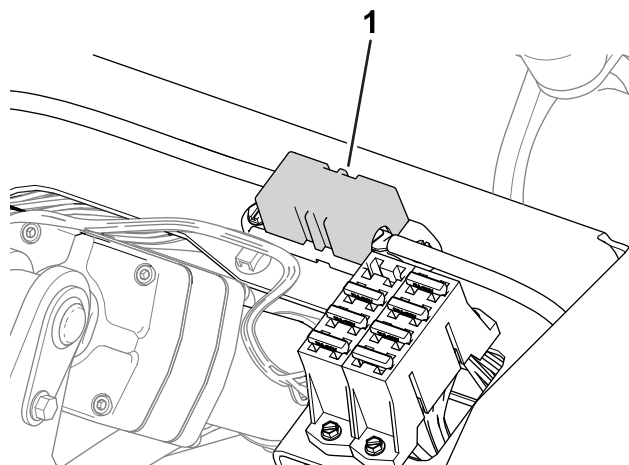

Figure 44
- Les fusibles du moteur de roue droite (60 A) se trouvent sous le siège (Figure 44).